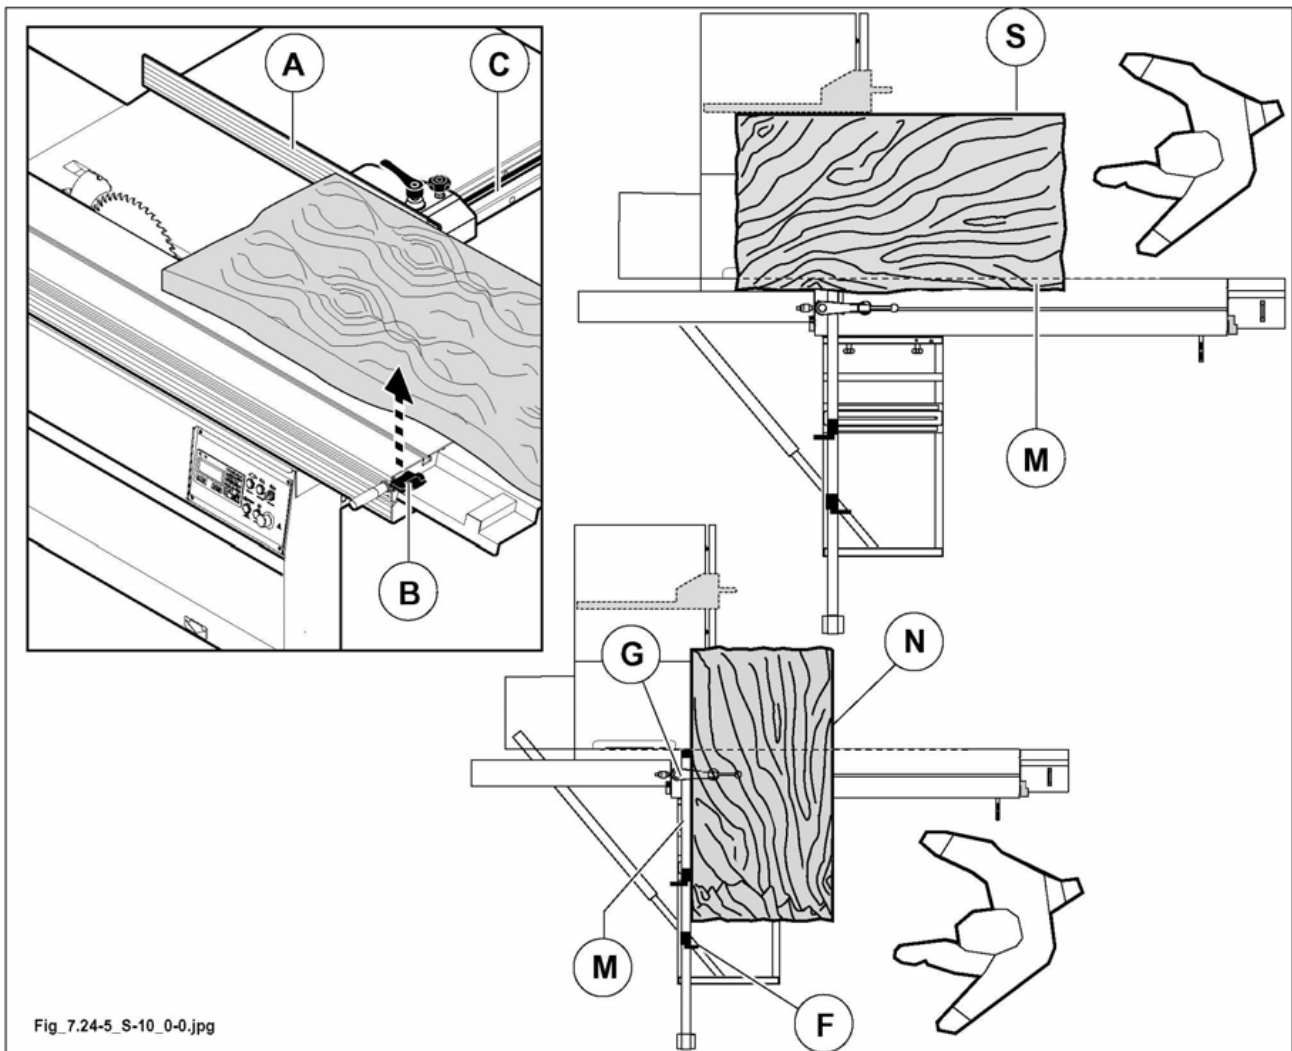

Abb. 7.24-5
Bei der Ausführung von Parallelschnitten die Führung (A Abb. 7.24-5). Bei der Positionierung und der Einstellung die Anweisungen von Kapitel 7.14 und Par. 7.15. beachten.
Positionieren Sie den Waggonsschlitten wie in (Abb. 7.24-5) gezeigt und blockieren Sie ihn mit dem Kugelgriff (B Abb. 7.24-5).
Die Positionierung des Werkstückes gegen Parallelanschlag (A Abb. 7.24-5) erfolgt mit Bezug auf Skala (C Abb. 7.24-5).
- Besäumschnitt (S Abb. 7.24-5) wie in dem vorherigen Beispiel beschrieben vornehmen (1. Schnitt).
- Parallelschnitt (M Abb. 7.24-5) vornehmen durch Legen der besäumten Seite (S Abb. 7.24-5) gegen Alu-Anschlaglineal für Parallelschnitte auf dem gewünschten Mass.
- Platte um 90° drehen und die besäumte Plattenseite (M Abb. 7.24-5) gegen den Anschlag legen: siehe Abb.7.11.
- Platte durch Spannarm (G Abb. 7.24-5) festspannen, den dritten Schnitt vornehmen.
- Platte um 180° so drehen, dass Seite (N Abb. 7.24-5) gegen Anschlag (F Abb. 7.24-5), der auf das gewünschte Mass eingestellt ist, ist.
- Nach Festspannen der Platte durch Spannarm (G Abb. 7.24-5) den letzten Schnitt vornehmen.